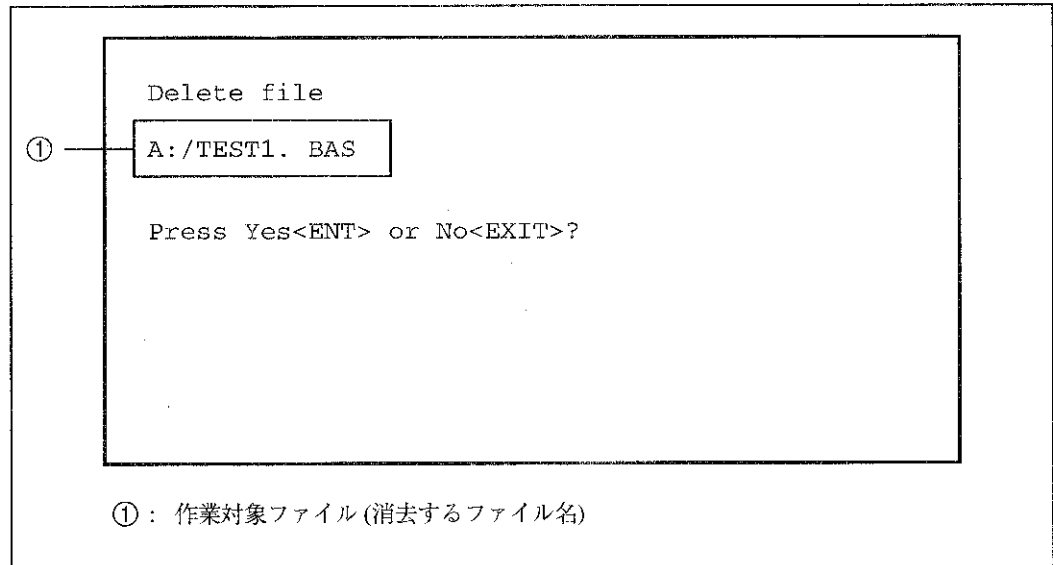

図 4-33 DEL の表示画面
②: 作業対象ファイルは、カーソル上のファイルでこのファイルを出力します。
③: ファンクション・キー機能一覧は、PRT (ファイル内容のプリンタ出力) で使用できるファンクション・キーと機能の一覧を表示しています。
(6) DEL (ファイルの消去) 画面
FILE モードからファンクション・キーで DEL (K4) キーを選択すると、作業ファイルがテキスト・ファイルであれば、図 4-33 のように画面表示されます。(詳しい操作については、4.1.3 項の (4) を参照して下さい。)